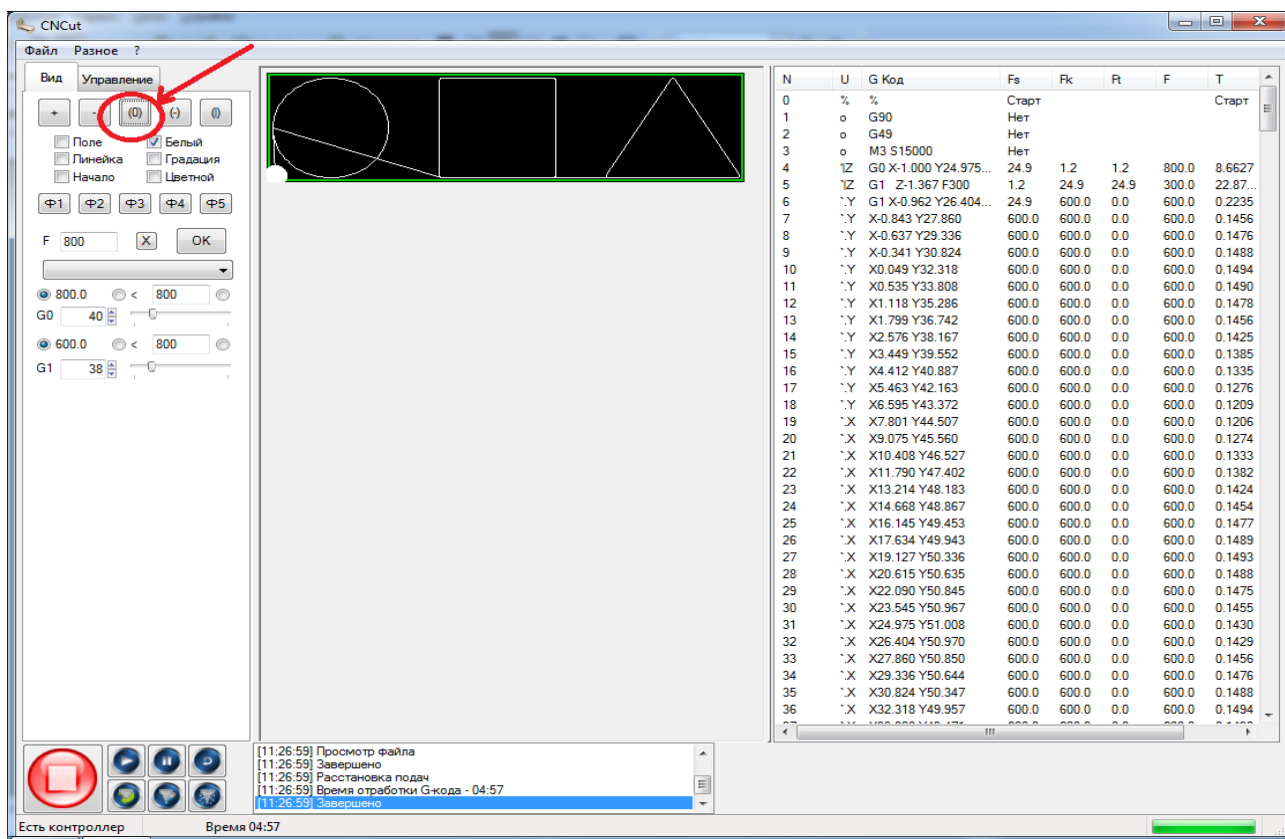

Рисунок 53. Обновление экрана.
55. Кликните на кнопку (0) для обновления экрана, рисунок 53